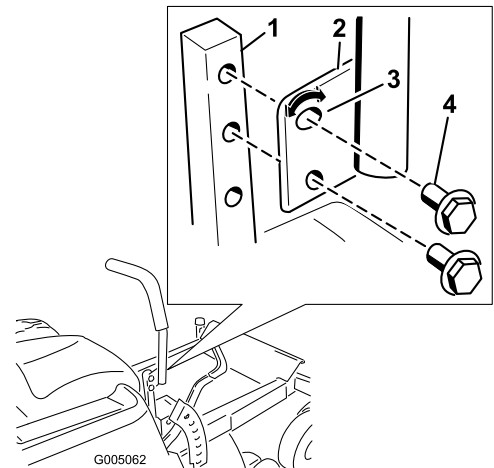

Figure 21
1. Retirez les 2 boulons qui fixent le levier de commande à l'arbre du bras de commande (Figure 21).
2. Placez le levier de commande dans les trous suivants. Fixez le levier avec les 2 boulons (Figure 21).
2. Desserrez le boulon inférieur jusqu'à ce qu'il soit possible de pivoter le levier de commande en avant ou en arrière (Figure 21). Serrez les deux boulons pour fixer la commande à sa nouvelle position.